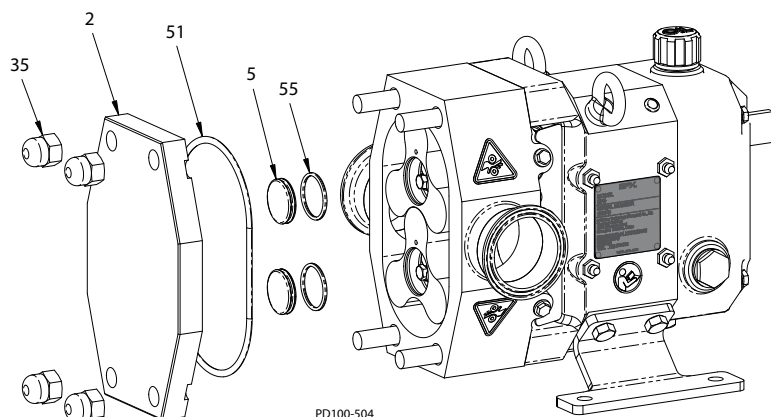

Figura 66: Instalación de la cubierta de la bomba
1. Fije el anillo O del tapón roscado (Figura 66, renglón 55) en la ranura del tapón roscado (elemento 5) y fíjelo en la perforación del rotor. El anillo O calza en la ranura de la perforación del rotor.